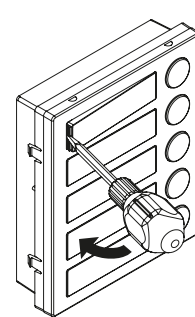

Fig. 57
- Verplaats de schroevendraaier naar links zoals geïllustreerd in **Fig. 57** om de naamkaarthouder te verwijderen;